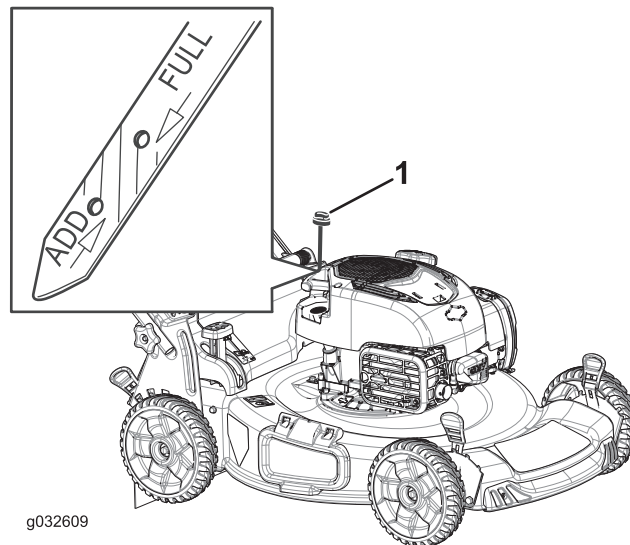

Figure 30
2. Retirez la jauge (Figure 30).
4. Versez de l'huile **lentement** dans le goulot de remplissage pour faire monter le niveau jusqu'au repère du plein (**Full**) sur la jauge (Figure 30). **Ne remplissez pas excessivement.**